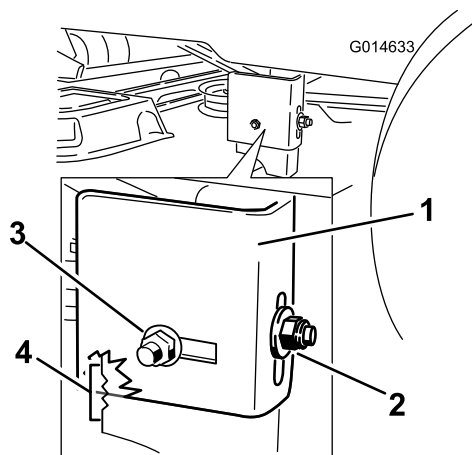

Figura 51
8. Verifique se os parafusos de carroçaria lateral está na posição fixa ou ranhurada (Figura 51).
9. Se o parafuso de carroçaria estiver na posição fixa, remova o parafuso da carroçaria lateral e porca de fixação lateral da posição fixa e instale-a na posição de ajuste ranhurada (Figura 51).
10. Solte a porca de bloqueio traseira no suporte de suspensão (Figura 51).